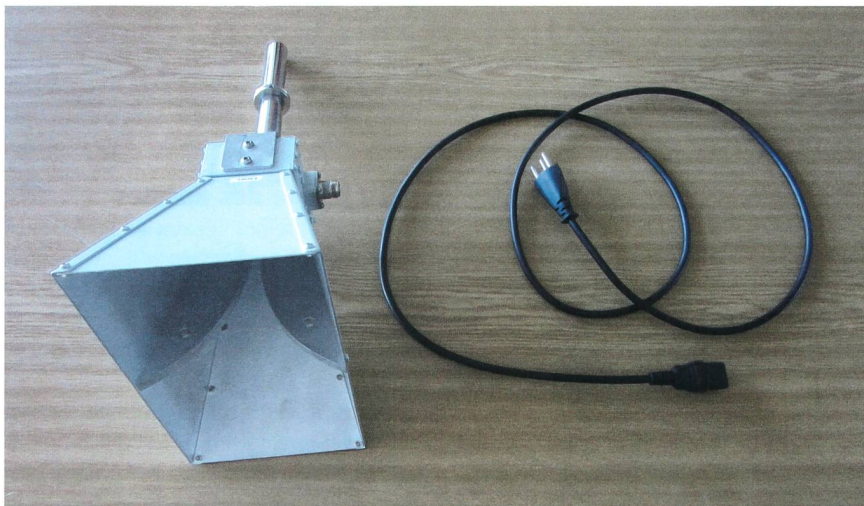

Figure 2 Voici deux antennes ...
- par rayonnement : tension ou courant induit(e) par une onde électromagnétique. Toute boucle ou longueur de câble non blindée peut être concernée. En effet, un câble se comporte comme une antenne d'émission et de réception électromagnétique à partir d'une longueur égale au dixième de la longueur d'onde (figure 2). Un câble de 30 cm peut par exemple capter et émettre des ondes jusqu'à 100 MHz environ.